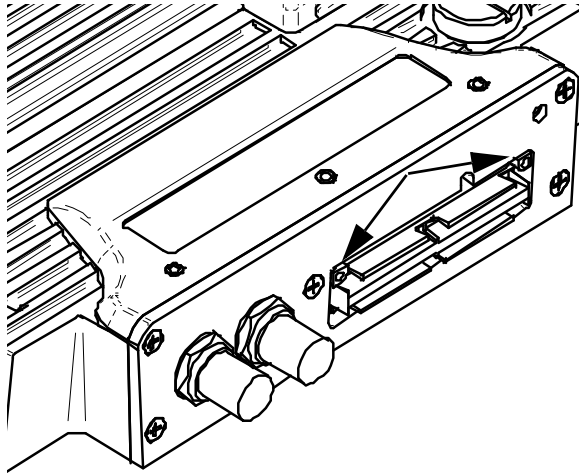

Abbildung B-2 Lage der Führungsstifte des Phased-Array-Anschlusses
- a) Richten Sie den Phased-Array-Anschluss mit Hilfe der Führungsstifte genau mit dem PHASED-ARRAY-Anschluss des Moduls aus (siehe Abbildung B-2 auf Seite 144).